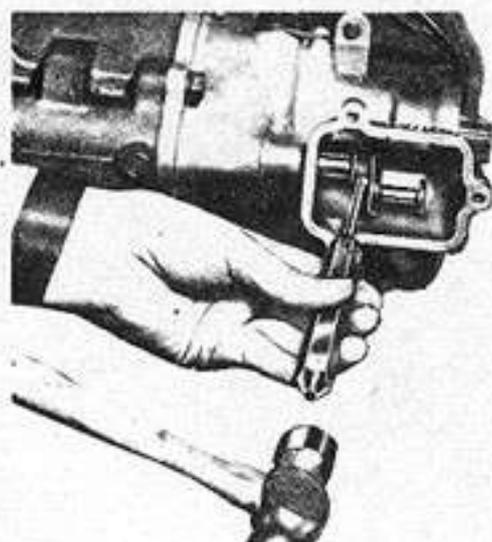

Fig. 6 - Extracción del pasador elástico
3. Sacar el pasador elástico y retirar el selector de cambios (Fig. 6).